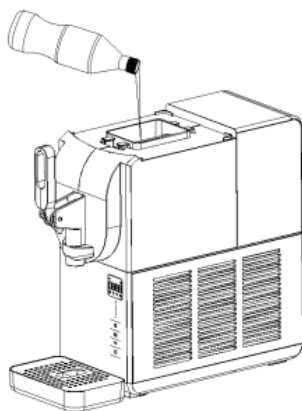
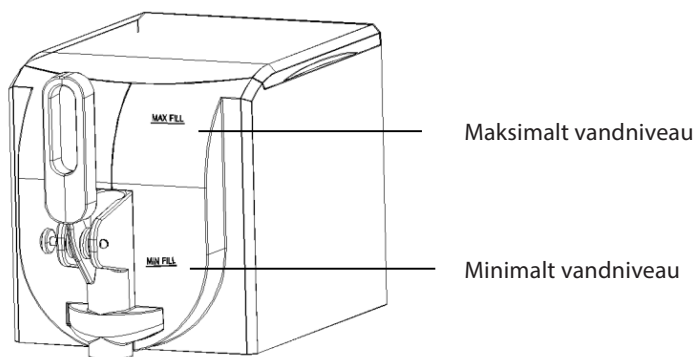

Fig. 1
Fig. 2
Før du hælder ingredienser i påfyldningsbeholderen, skal du kontrollere, at den er fastgjort korrekt. (Se trinnene til adskillelse i kapitel 6). Fjern låget på påfyldningsbeholderen, og hæld langsomt ingredienserne i beholderen (som vist i fig. 1). Hold øje med, at væskemængden befinder sig mellem det laveste og højeste vandniveau (som vist i fig. 2).
1. Ingredienserne må ikke overstige det maksimale niveau for vandmængde for at undgå forøget miksningbelastning og overløb efter udvidelsen af ingredienserne. Af hensyn til præcis temperaturkontrol og normal drift skal der påfyldes ingredienser op til det minimale niveau for vandmængde (se fig. 2).